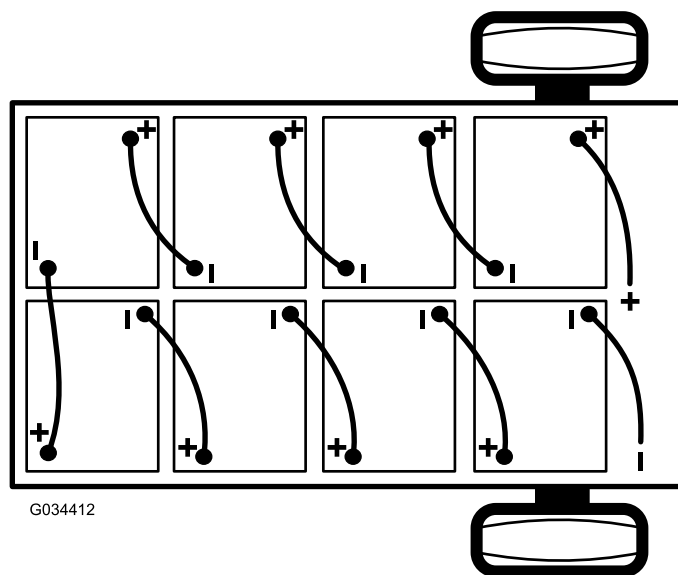

Figure 41
2. Débranchez le câble négatif principal (noir) de la batterie qui relie la rangée de batteries au point de masse de la machine (Figure 41).
3. Débranchez le câble positif principal (rouge) qui relie la rangée de batteries au contacteur principal de la machine (Figure 41).
Remarque: Tenez compte de la polarité lors de la mise en place des batteries neuves (Figure 41).
6. Reliez les batteries entre elles, comme montré à la Figure 41, avec les câbles d'interconnexion que vous avez retirés à l'opération 1.
2. Branchez le câble positif principal (rouge) entre la rangée de batteries et la machine (Figure 41).
3. Branchez le câble négatif principal (noir) entre la rangée de batteries et la machine (Figure 41).